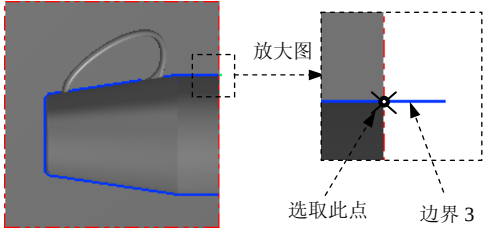

图 21.33 边界 3
Step3. 绘制边界 3。单击顶视图  按钮, 选择下拉菜单  绘图  任意线  绘制任意线 命令, 选取图 21.33 所示的点为直线的起点, 在“直线”命令条  文本框中输
入 2.0, 在  文本框中输入 0, 按 Enter 键。单击  按钮, 完成直线的绘制, 结果如图 21.33 所示。